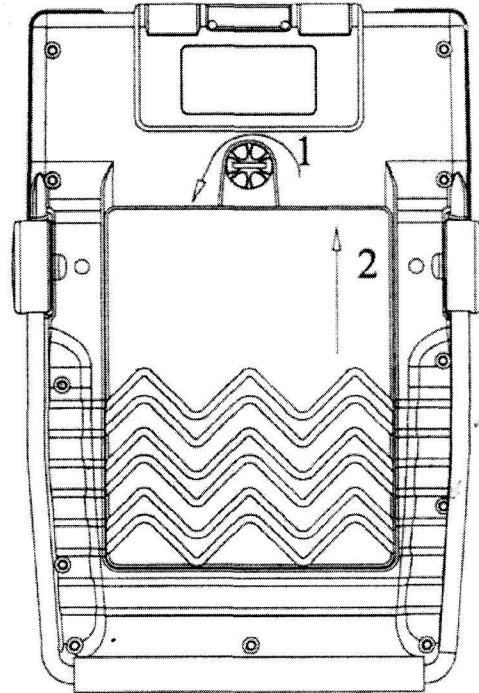

Рис. 5-2 Снятие аккумулятора
- 1) Ослабьте зажимной винт (см. #1 на рис. 5-2)
- 2) Снимите аккумулятор движением вверх (см. #2 на рис. 5-2)